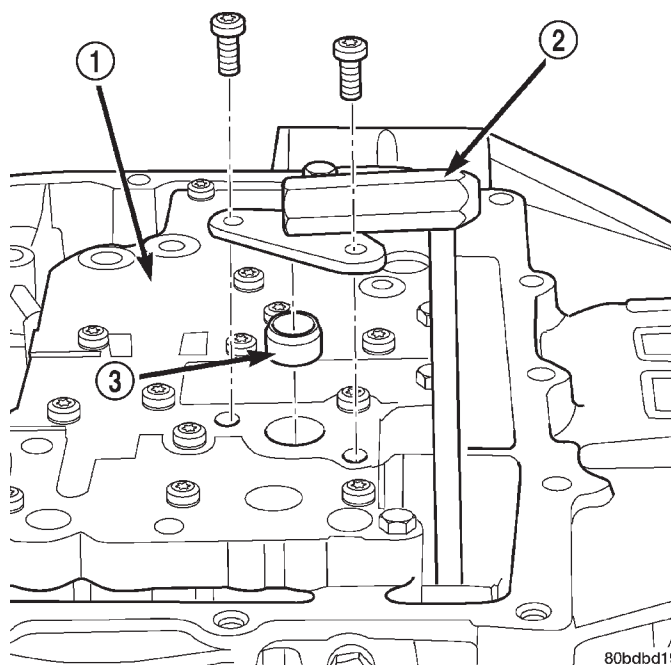

Fig. 8 Válvula de derivación del enfriador y junta
(9) Retire la válvula de derivación del enfriador y la junta (Fig. 8).